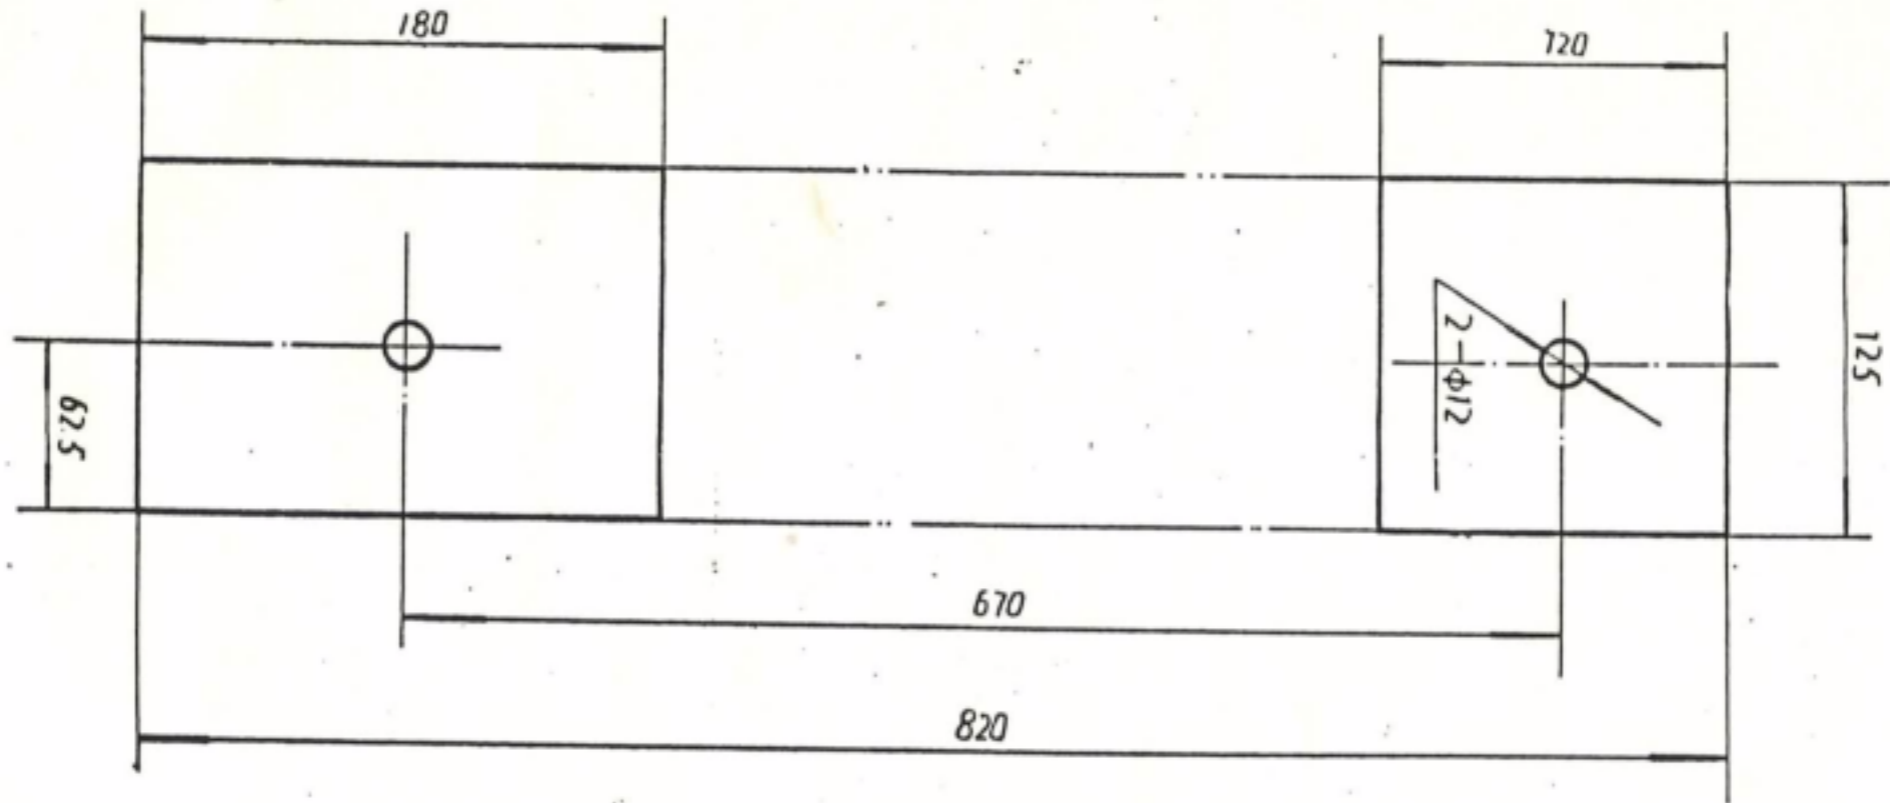

Fig. 3: Schema di installazione
2. Il tornio dovrà essere installato su di un basamento rigido e fissato stabilmente con viti e dadi. Per le dimensioni del basamento e quote fori di fissaggio vedere "SCHEMA DI INSTALLAZIONE" (Fig.3).